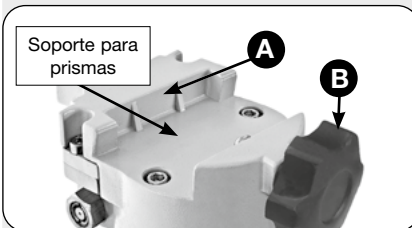

Fig. 7: Soporte de prisma en el eje de la montura
7. Fijación del riel del prisma al soporte: Retire el tubo de la abrazadera de tubo y deslice las abrazaderas de tubo conectadas con el riel del prisma (11, Fig. 1a) en el soporte del prisma (véase la Fig. 7). La base de cola de milano del raíl encaja en el soporte del prisma de la montura (A, Fig. 7). Apriete bien el tornillo de bloqueo del prisma (B, Fig. 7). Introduzca el tubo en las abrazaderas y apriete a mano los tornillos de sujeción del tubo.